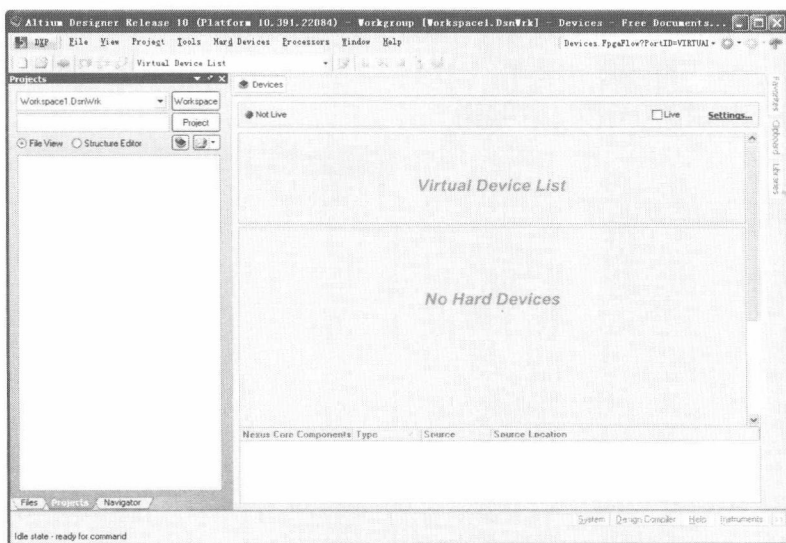

图 1-9 设备视图窗口
- ◆ “Devices View”（设置视图）命令：用于打开设备视图窗口，如图 1-9 所示。